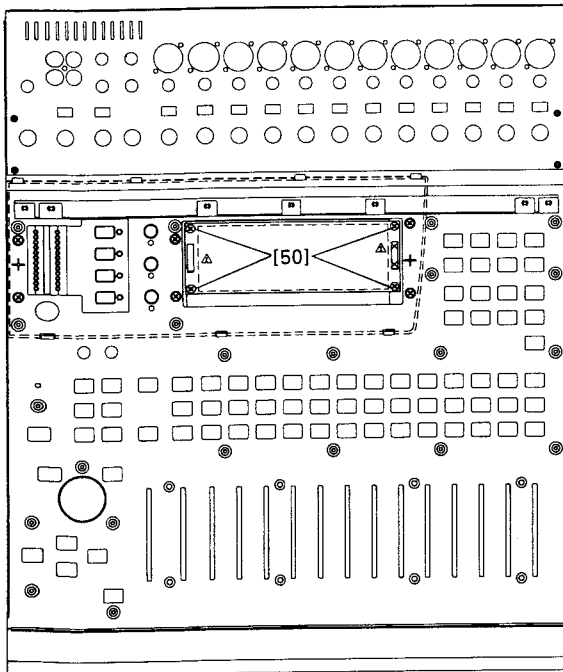

Fig. 8 (図8)
- 4-2 Remove the four (4) screws marked [50]. The LCD unit can then be removed. (Fig. 8)
- 4-2 [50]のネジ4本を外し、LCDユニットを外します。(図8)